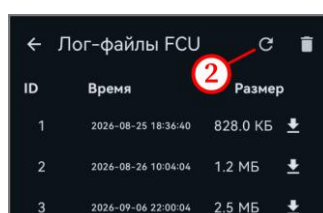

Рисунок 57
- при необходимости обновить список по нажатию кнопки  (рисунок 57, шаг 2).